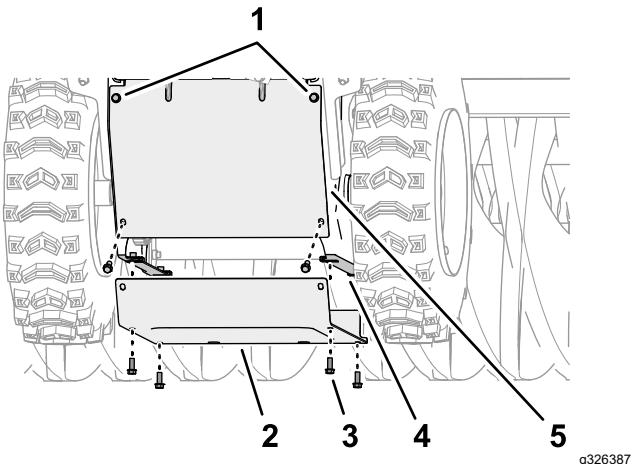

Figura 47
- Nella parte posteriore della macchina, allentate le 2 viti a testa cilindrica con flangia superiori (1/4" x 5/8") che fissano la protezione posteriore alla macchina (Figura 47).
- Rimuovete le 6 viti a testa cilindrica con flangia (1/4" x 5/8") che fissano il coperchio inferiore alla macchina e rimuovete il coperchio (Figura 47).